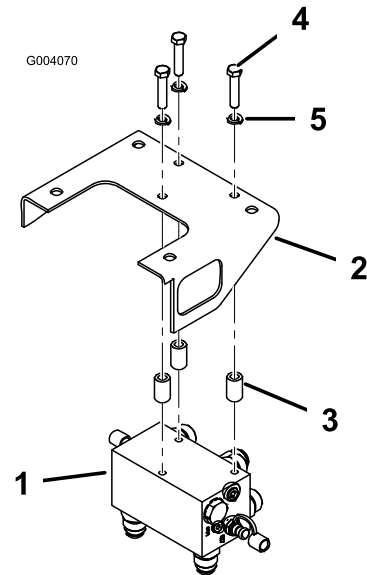

Figura 5
4. Montate il gruppo collettore nella parte inferiore della staffa del collettore con 3 bulloni ($\frac{3}{8}$ x $1\frac{3}{4}$ "), 3 rondelle di bloccaggio ($\frac{3}{8}$ ") e 3 distanziali. Posizionate i distanziali tra la staffa del collettore e la parte superiore del collettore. Il collettore deve essere posizionato in modo che i raccordi siano rivolti all'indietro e in basso (Figura 5).